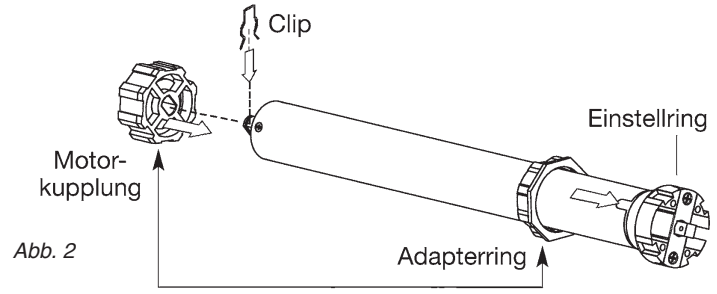

Abb. 2
Schieben Sie den Adapterring (A) über den Einstellring (B) am Motorkopf (C). Achten Sie dabei auf die richtige Lage der Nut im Adapter (D). (Siehe Abb. 2)